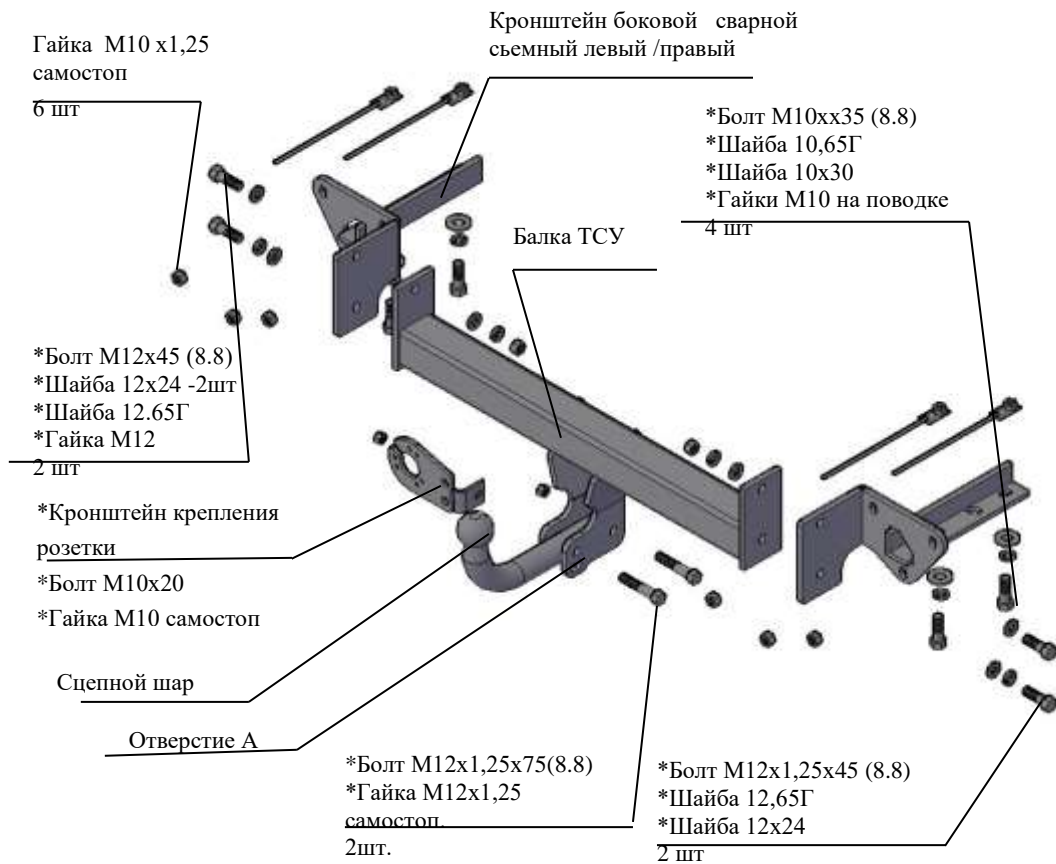

Рис.1 Тягово-сцепное устройство 8500 .
2.1 ТСУ 8500. в сборе (рис.1)	1 шт.
2.2 Пакет с комплектующими (см. рис.1)	1 шт.
4.2 Установить боковые сварные съемные кронштейны в лонжероны а/м (правый и левый соответственно рис.1), закрепить болтами M10x35, подложив под головки болтов шайбы 10.65Г и шайбы 10x30, используя гайки M10 на поводках, а к фартуку а/м закрепить гайками M10x1,25 самостоп, используя болты штатные. Крепеж не затягивать.